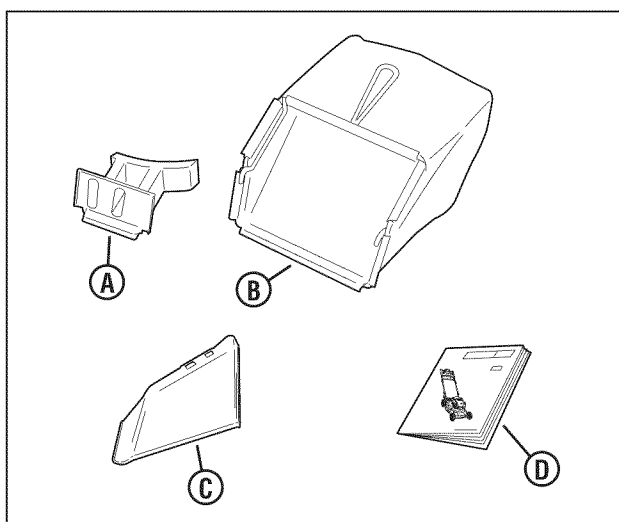

Figura 1: Componentes incluidos
- Tapón de cubrición (A, Figura 1 - instalado)
- Bolsa para hierba (B)
- Deflector de descarga lateral (C)
- Manual del usuario (D)